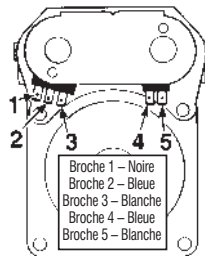

Figure 21 - Mesure de la résistance de l'électrovanne à gaz.
3. Utiliser un ohmmètre pour déterminer si la bobine de l'électrovanne à gaz a mal fonctionné : Débrancher les conducteurs. Mesurer la résistance entre les broches (voir figure 21). Les lectures doivent correspondre à ce qui est donné dans le tableau ci-après; sinon, remplacer les bobinages.